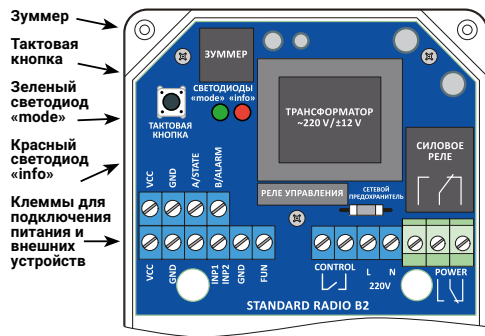

Рис. 1. Плата блока управления GIDROLOCK STANDARD RADIO
При нажатии на тактовую кнопку (см. рис.1) от 1 секунды до 2 секунд звучит короткий звуковой сигнал и гаснет оба светодиода. При отпускании тактовой кнопки блок управления переходит в режим RESTART.
4.6 Режим SET (ознакомление с новым радио датчиком WSR). При нажатии на тактовую кнопку (см. рис.1) от 2 секунд до 5 секунд звучит короткий звуковой сигнал и загорается красный светодиод «info». При отпускании тактовой кнопки блок управления переходит в режим SET. Периодический звуковой сигнал в этом режиме сигнализирует, что блок управления ждет ознакомления с радиодатчиками протечки воды WSR. Режим SET длится 60 секунд, после чего блок управления переходит в дежурный режим.
Для выполнения процедуры ознакомления активируйте режим SET на блоке управления нажав на тактовую кнопку (см. рис.1) от 2 секунд до 5 секунд. Намочите электроды нового радиодатчика протечки воды WSR переводя его в режим аварии, чтобы блок управления смог обнаружить, излучаемый датчиком радиосигнал. После того как блок управления обнаружит новый датчик протечки воды WSR, красный светодиод «info» выдаст последовательность световых вспышек, информирующих о порядковом номере нового радиодатчика в памяти блока управления. Порядковый номер предназначен для идентификации радиодатчика в процессе эксплуатации.
При нажатии на тактовую кнопку (см. рис.1) более 5 секунд звучит постоянный звуковой сигнал. Загораются оба светодиода. При отпускании тактовой кнопки происходит сброс всех настроек блока управления до заводских значений, что приводит к стиранию в энергонезависимой памяти блока управления всех ранее ознакомленных (зарегистрированных) радиодатчиков WSR.